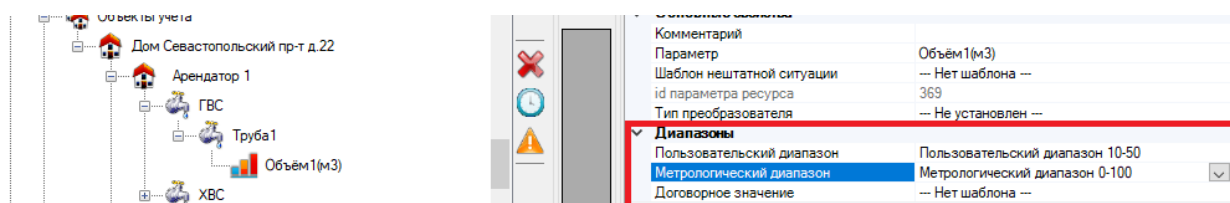

Рисунок 159. Привязка аналитического параметра
2. Привязать аналитические параметры (рисунок 159)